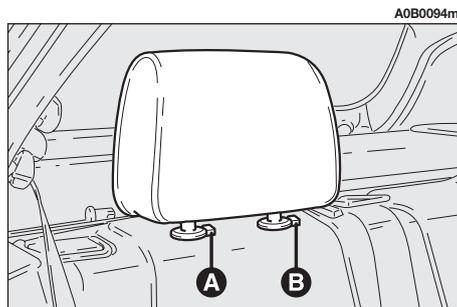
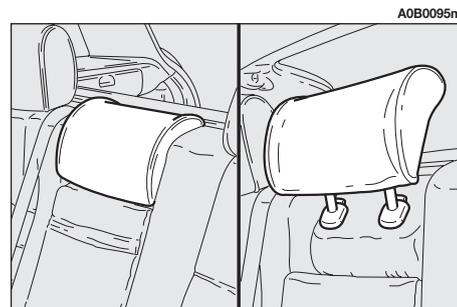

Abb. 5
Abb. 6
Das Fahrzeug ist mit zwei Kopfstützen für die seitlichen Rücksitze (**Abb. 5**) ausgestattet. Auf Wunsch kann das Fahrzeug für die vorgesehenen Versionen/Märkte auch mit einer dritten Kopfstütze für den mittleren Sitzplatz (**Abb. 6**) ausgestattet werden.
– Gleichzeitig die Tasten (**A** und **B**, **Abb. 5**) drücken und die Kopfstütze vollständig herausziehen.
– Der Einbau erfolgt bei gedrückten Tasten (**A** und **B**, **Abb. 5**) durch Hinunterdrücken.